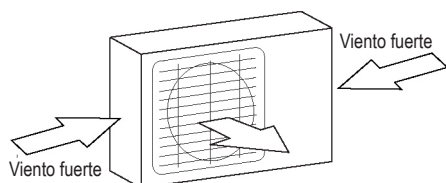

Fig. 5.1
- Si la ubicación está expuesta a vientos fuertes (por ejemplo, cerca de una playa), la unidad se debe colocar contra la pared de forma que quede protegida del viento. Si es necesario, utilice un toldo. (Vea la Fig. 5.1 y 5.2)